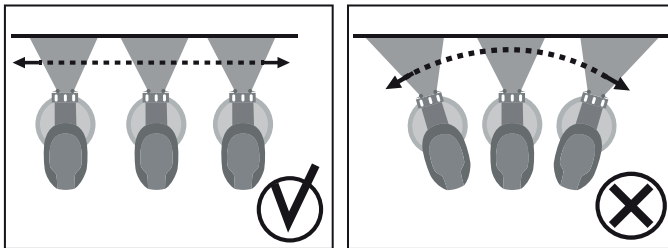

Рис. 4
**1.** Нажмите кнопку разблокировки (3) для включения питания. Установите изделие на расстоянии 25-30 см от окрашиваемой поверхности. Включите изделие нажав курок выключателя (2).
**Примечание!** Регулировка расхода материала зависит от степени нажатия на выключатель (2). Максимальный расход определяется регулятором (1). Начните равномерно вести изделие вдоль окрашиваемой поверхности, держа распылитель строго перпендикулярно ей. (Рис. 4).